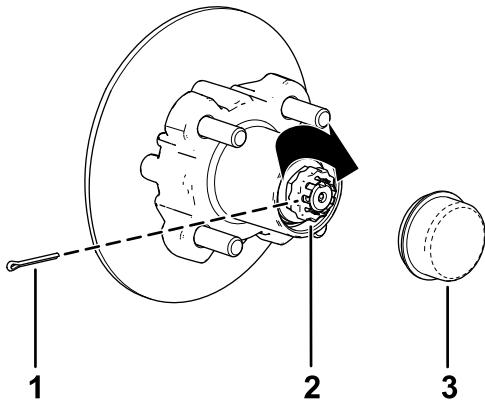

Figura 43
8. Coloque el retén sobre la tuerca y compruebe la alineación de la ranura del retén y el taladro de la chaveta del eje (Figura 43).
9. Instale la chaveta y doble las patas alrededor del retén (Figura 43).
10. Instale el tapón guardapolvo sobre el cubo (Figura 43).